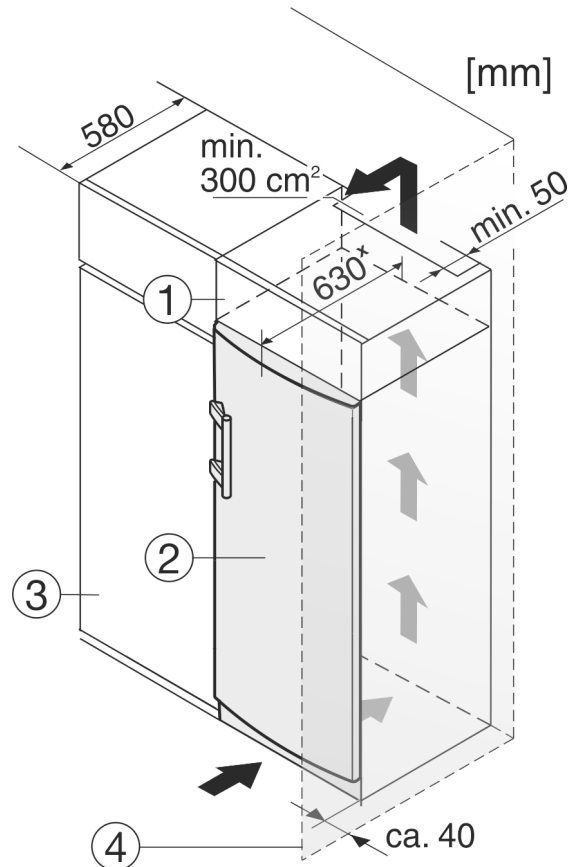

Fig. 12
- (1) Armario superior
- (2) Aparato
- (3) Armario de cocina
- (4) Pared
El aparato se puede rodear de armarios de cocina. Para adaptar el aparato Fig. 12 (2) a la altura de la cocina, se puede instalar un armario Fig. 12 (1) correspondiente sobre el aparato.
Si la cocina posee armarios (profundidad máx. 580 mm), el aparato se puede colocar directamente junto al armario de cocina Fig. 12 (3). El aparato sobresale 34 mm * por los lados y 50 mm * en el centro del aparato respecto al frente del armario de cocina.
Si el aparato se instala con las bisagras junto a una pared Fig. 12 (4), la distancia entre el aparato y la pared debe ser de como mínimo 40 mm. Esto equivale al saliente del tirador con la puerta abierta.